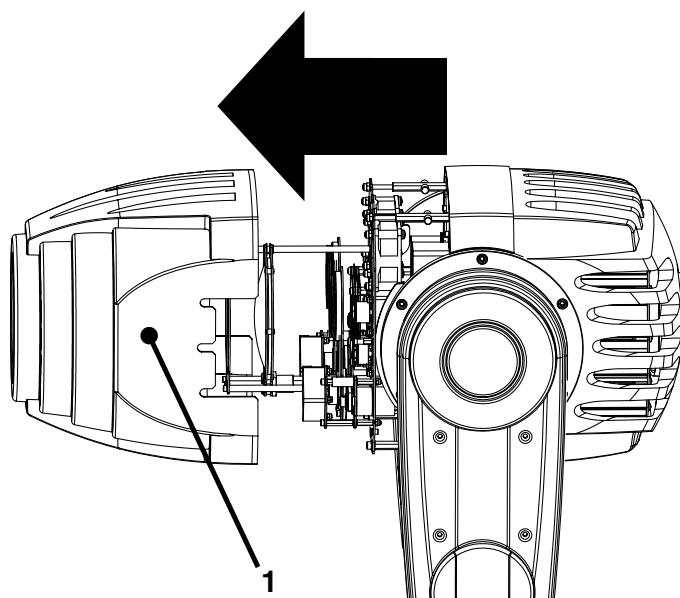

Abb. 2
2. Die Kalotte (1) in Pfeilrichtung (Abb. 2) abziehen.